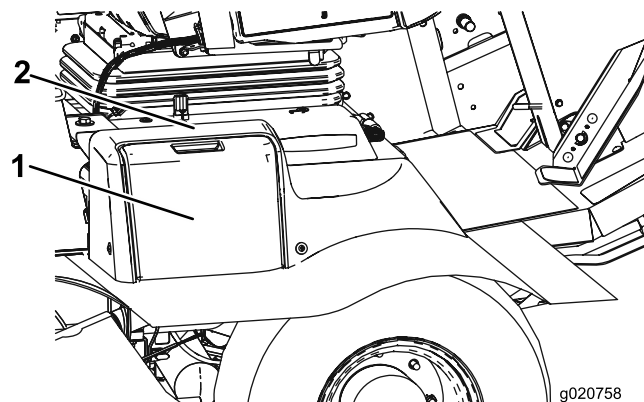

Figure 52
1. Ouvrez le couvercle de la batterie sur le côté du carénage (Figure 52).
**Remarque:** Appuyez sur la surface plate au-dessus du couvercle de batterie pour faciliter la dépose du couvercle (Figure 52).